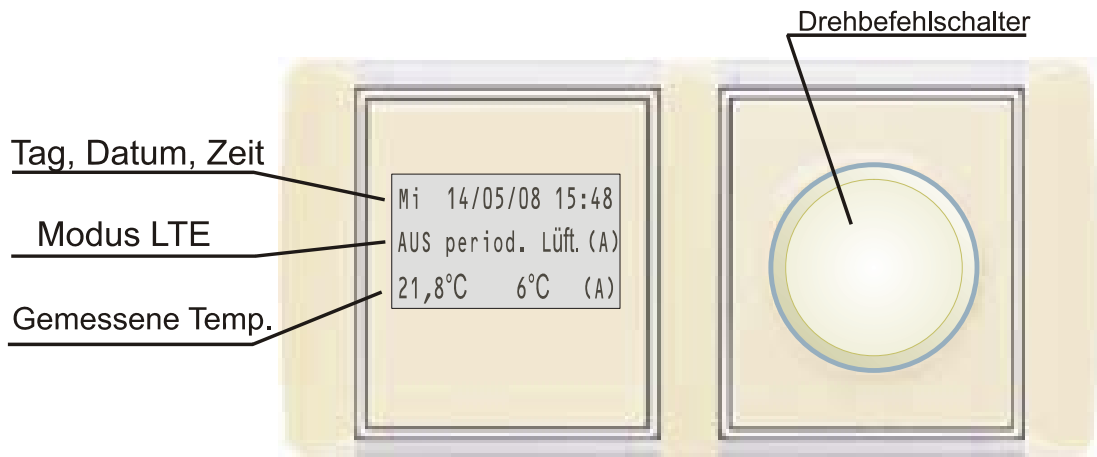
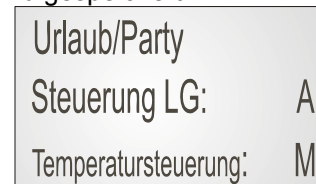

Bild 1. Beschreibung der Steuereinheit CP 08 RD
Bild 3 - Einstellungsweise
Bei der Anzeige nach Bild 1 hat der Drehschalter folgende Funktion:
- **Langes Drücken** – Im Grundmenü (siehe Bild 1) halten Sie den Drehschalter für ca. 3 Sek. gedrückt. Die Steuereinheit wechselt zum Einstellmodus (Siehe Kap.2.3). Die einzelnen Parameter des Einstellmodus werden auf Bild 3 angezeigt.
- **Grundanzeige** – in der Grundanzeige werden die Betriebsart des Lüftungsgerätes und die Raumtemperatur angezeigt (siehe Bild 1). In der Grundanzeige kann die aktuelle Temperatur und die Lüftungsbetriebsart (siehe Kap. 3) eingestellt werden.
Die gewünschte Betriebsart des Lüftungsgerätes kann in der Grundanzeige der Steuereinheit eingestellt werden. Es werden die Angaben wie auf dem Bild 1 dargestellt.